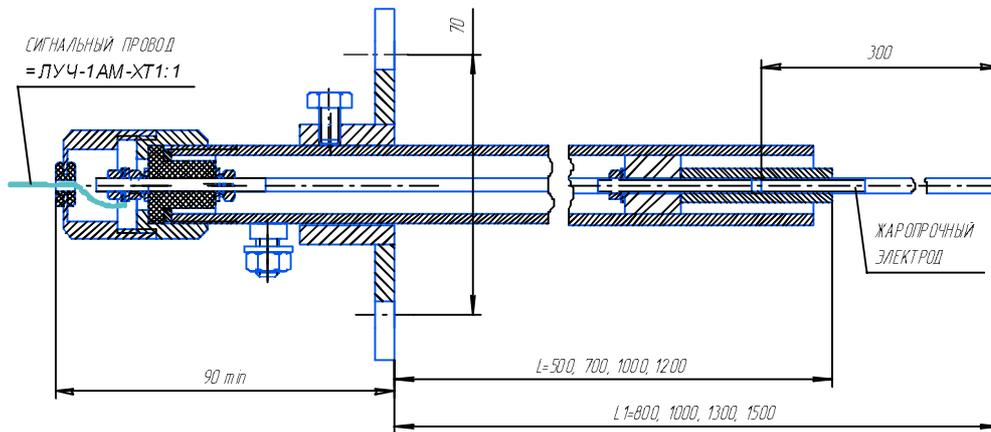

Рис.6. Контрольный электрод. Общий вид.
Конструкция устройства УСКФ-И приведена на рис.5, электрода КЭ – на рис.6.
- Рис.6. Контрольный электрод типа КЭ. Общий вид.